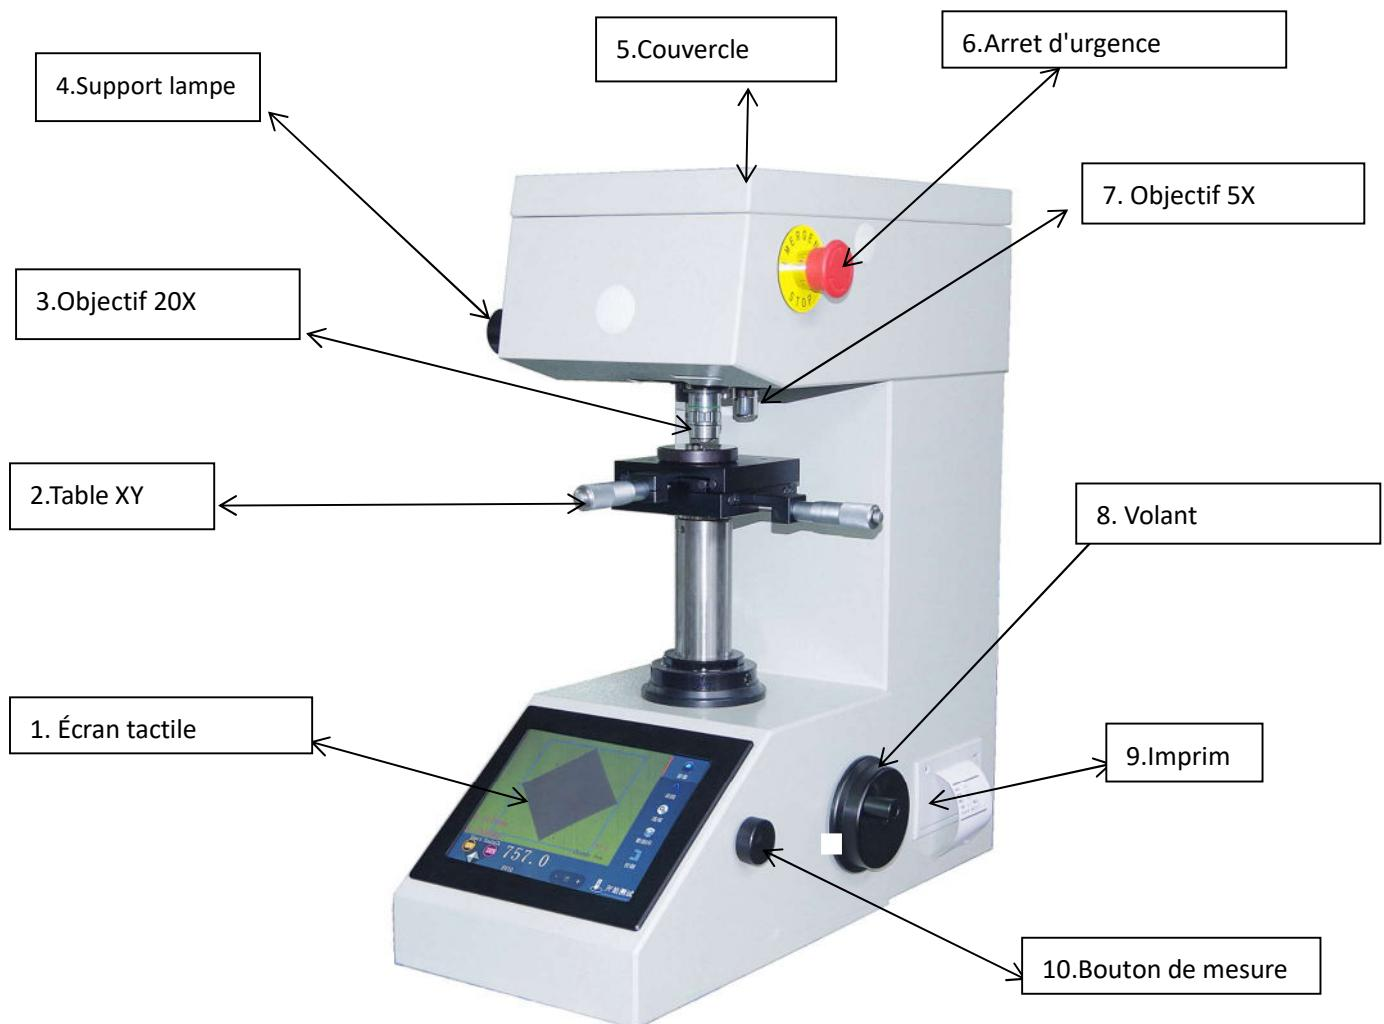

Fig. 1
- 2) Séparez le corps principal des autres accessoires (Fig. 1);